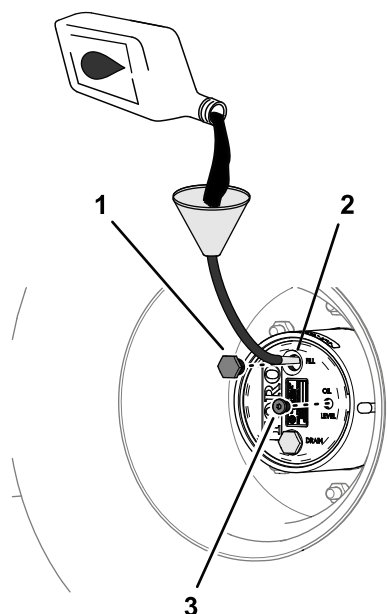

Рисунок 85
начнет выливаться из отверстия пробки контрольного отверстия (Рисунок 85).
- Поставьте пробку заливного отверстия и пробку контрольного отверстия на свои места (Рисунок 85).
1. Через заливное отверстие медленно залейте масло для редуктора указанной марки; см. Рисунок 85 в разделе Проверка смазки в планетарном редукторе привода (страница 75).
3. Установите на место пробку заливного отверстия и пробку отверстия уровня масла, см. Рисунок 85 в разделе Проверка смазки в планетарном редукторе привода (страница 75).